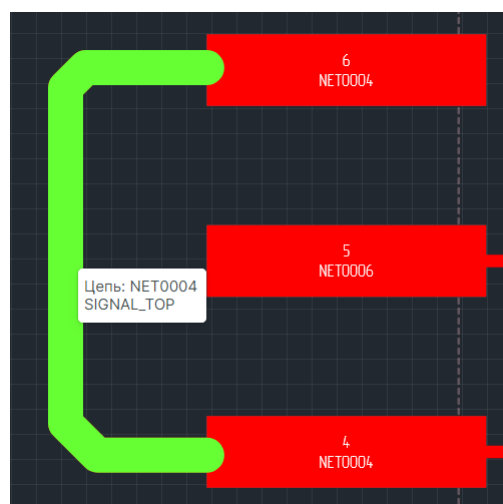

Рис. 248 Подсветка трека под
1. Активируйте инструмент «Выбрать» и наведите курсор на трек, см. Рис. 248. Трек будет подсвечен, а рядом с курсором отобразится имя цепи.